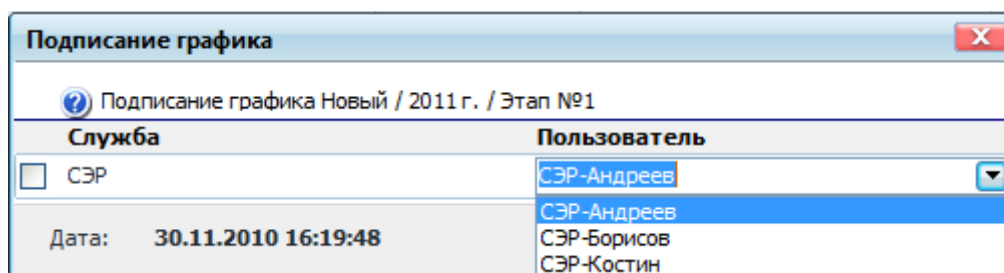

Рисунок 10.173 – Подписание за другого пользователя из службы
- если на элементе маршрута указана служба, то на форме отображается список пользователей, которые могут подписать график на данном элементе маршрута (обладают правом «Право подписи за выбранную службу» и правом «Право рассмотрения графика ремонтов»). Пользователю, обладающему правом «Право подписи за другого», необходимо выбрать пользователя из списка и поставить флаг напротив службы, к которой относится выбранный пользователь (Рисунок 10.173);